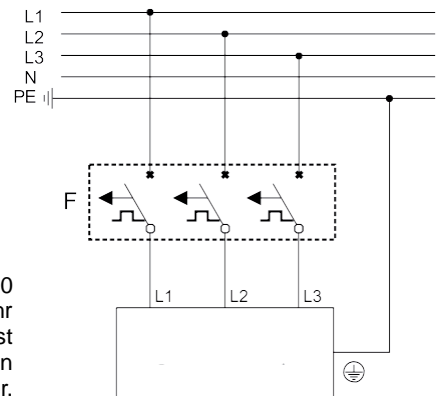

Abb. 4. Elektroanschluss
- k) Den Durchlauferhitzer anhand der Abb. 4 an die Stromleitung anschließen